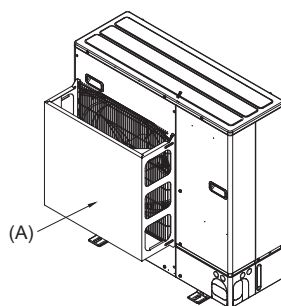

Fig. 2-5
- (2) Installez un guide de protection d'air si l'appareil est installé à un endroit où des vents violents, en cas de typhon par exemple, risquent de souffler directement dans la sortie d'air. (Fig. 2-5)